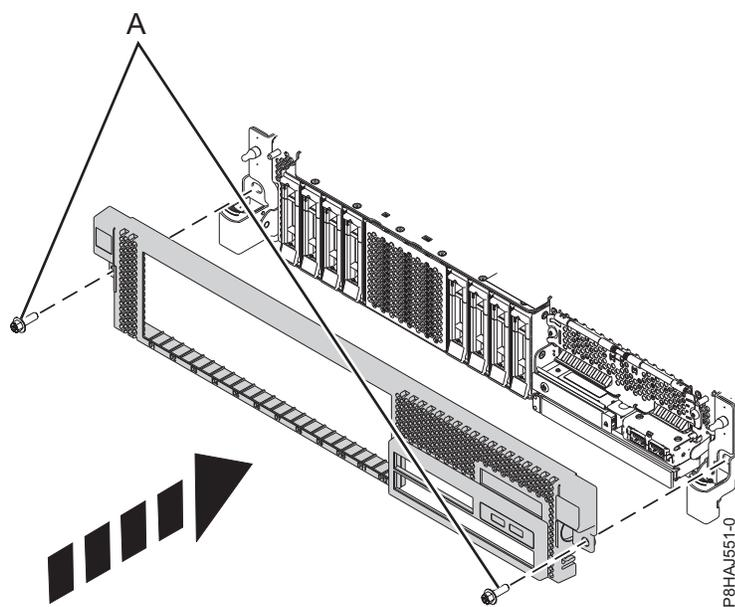

図 136. 前面カバーの取り付け
3. リリース・ラッチを、173 ページの図 136 に示されている方向に押し、閉じます。カチッという音がしてカバーが正しい位置に収まります。カバーにはより簡単につかむことができるくぼみがあります。
4. 配送用ねじ (A) を再取り付けします。